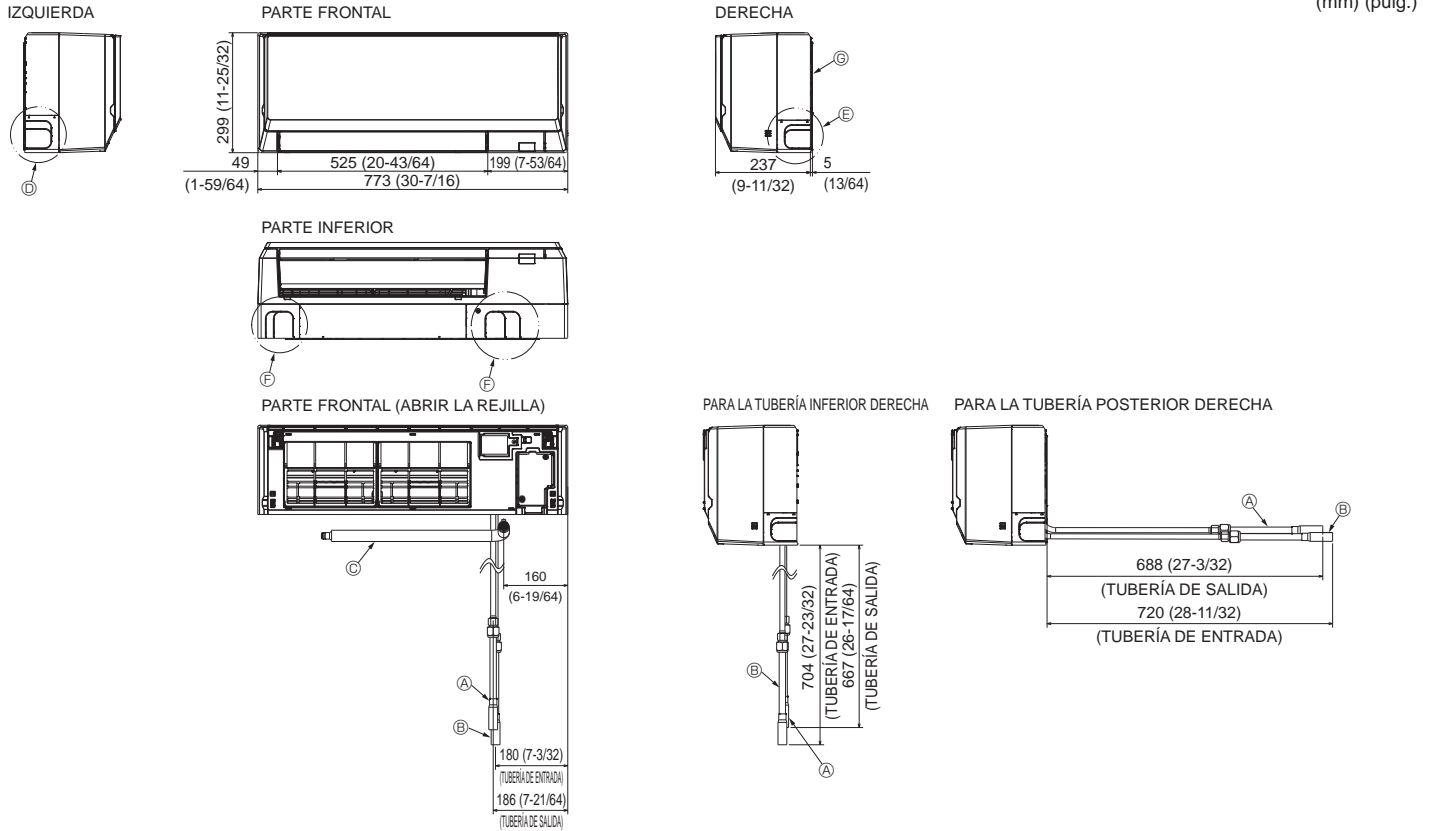

Fig. 4-5
4.2. Colocación de las tuberías de agua y de drenaje (Fig. 4-5, 4-6)